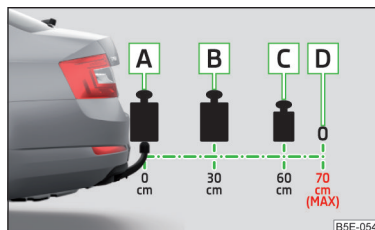

Fig. 185
**Lungimea maximă** a accesoriilor montate (măsurată de la cupla sferică a dispozitivului de tractare) este de **70 cm** » fig. 185.